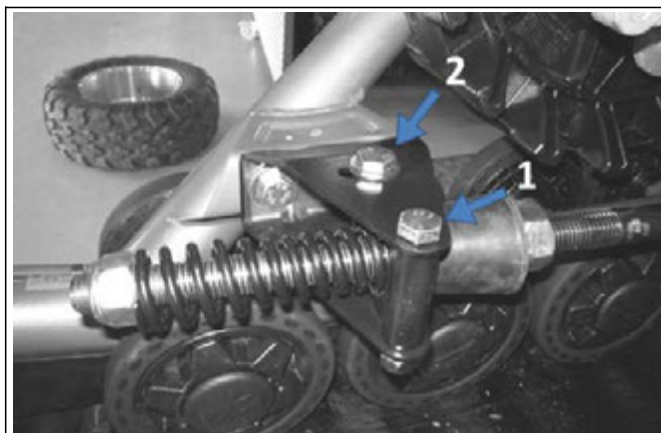

Рис. 14
- После завершения настройки угла атаки, нужно затянуть два фиксирующих болта (поз. 1 и 2) **кронштейна** системы противовращения с усилием 50 Н·м (как показано на Рис. 14).